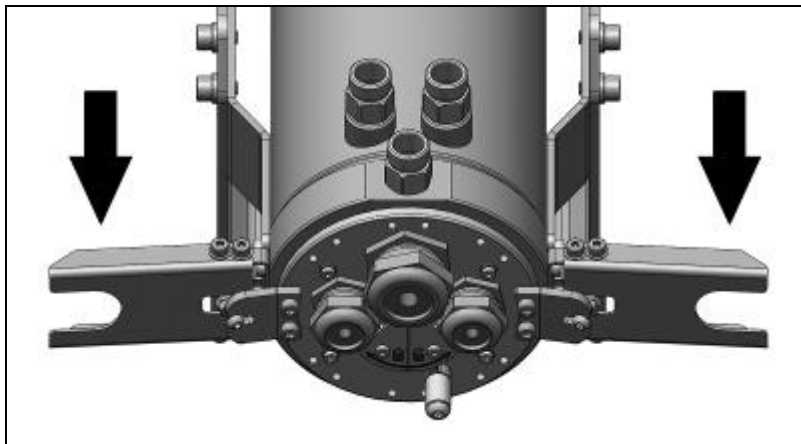

Abbildung 38: Öffnen der Spannscharniere
5. Zur Demontage verfahren Sie in umgekehrter Reihenfolge (**Abbildung 38**).